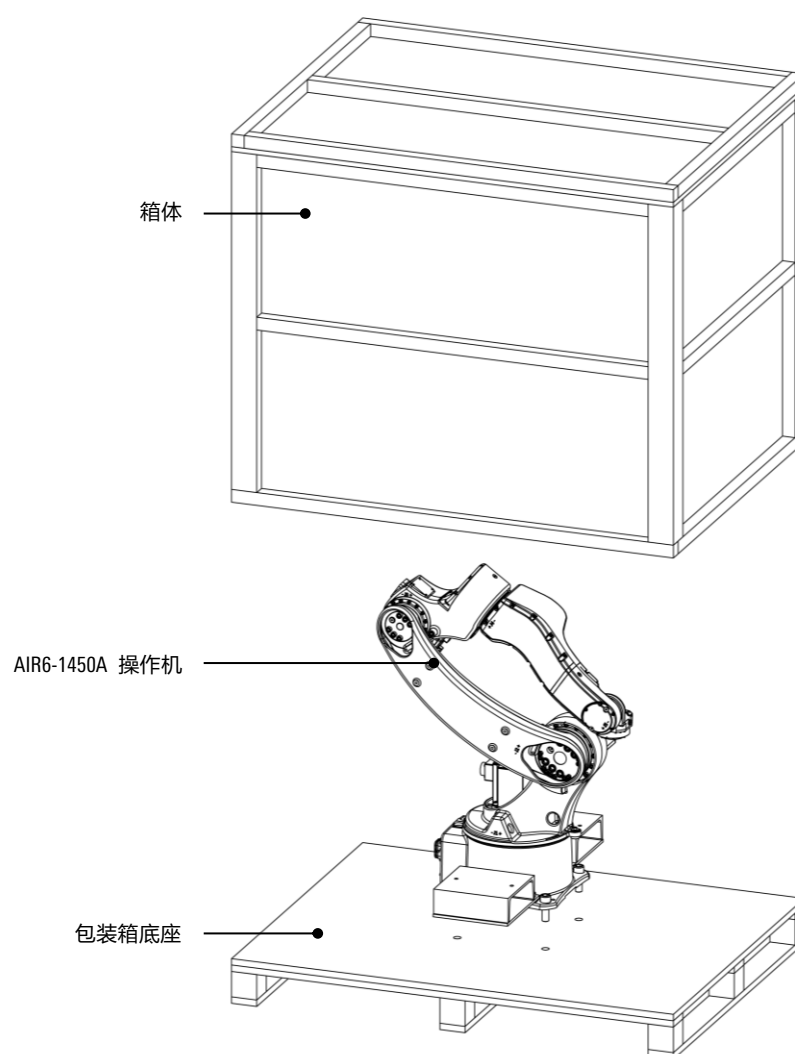

图 1-1 操作机包装示意图
**操作机** 指机器人系统中用来抓取或移动物体（工具或工件）的机械装置，其包装示意图见图 1-1。